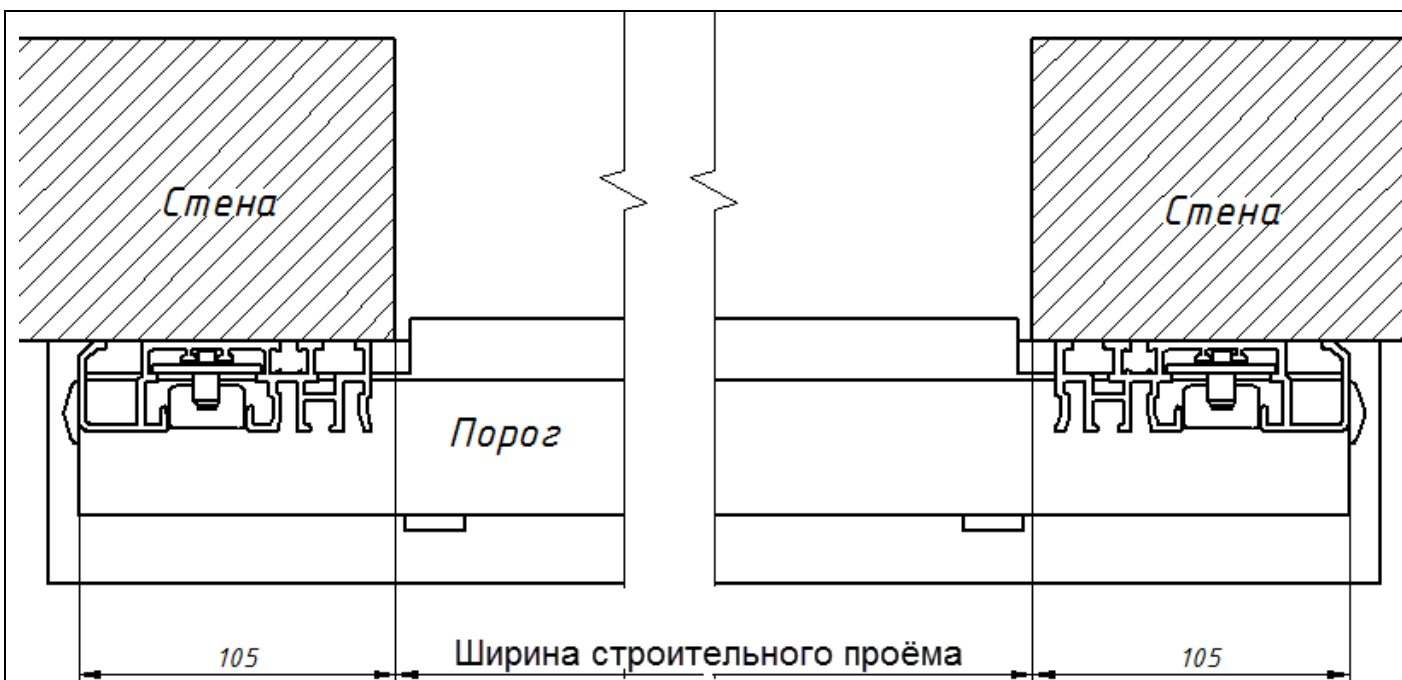

Рисунок 14
- Приложить порог к проему рис. 14.
- Вывернуть положение порога по горизонтали (расстояние «L» от центра проема до стойки должно быть одинаковым с обеих сторон рис.14).